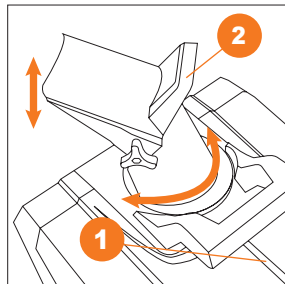

Рис. 19
Вы можете изменять направление и дальность выброса снега, с помощью ручки изменения направления ❶ и дефлектора ❷ (Рис. 19).